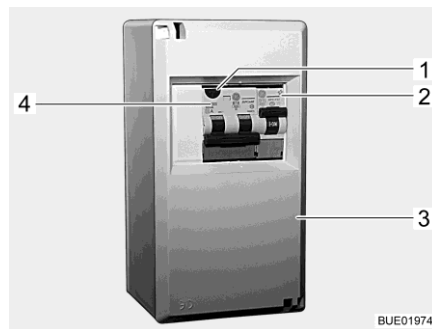
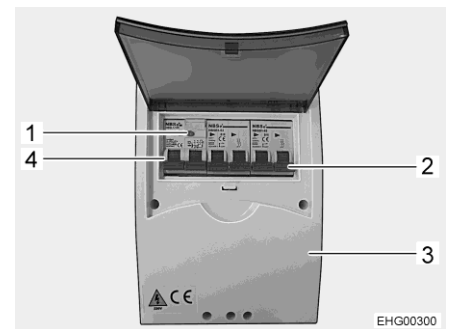

Fig. 191 Caja de fusibles de 230 V
Fig. 192 Caja de fusibles de 230 V (variante)
- Desconectar los interruptores de protección de línea (Fig. 191,2, Fig. 191,4 ó Fig. 192,2, Fig. 192,4) en la caja de fusibles (Fig. 191,3 ó Fig. 192,3).
- Al estar el vehículo conectado a la alimentación de 230 V, pulsar la tecla de prueba (Fig. 191,1 ó Fig. 192,1) del interruptor de corriente de defecto / de protección de línea combinado (Fig. 191,4 ó Fig. 192,4) en la caja de fusibles (Fig. 191,3). Se debe activar el interruptor de corriente de defecto.